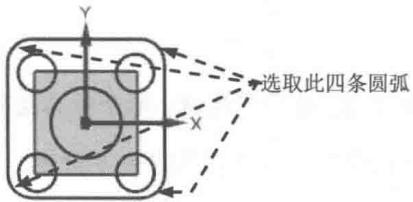
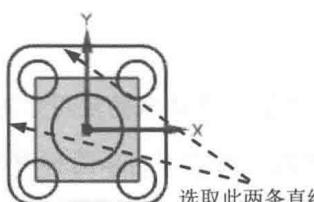

图 1.4.8 等半径约束
图 1.4.9 等长约束
Step5. 添加几何约束。单击“约束”按钮 $\parallel$ ，根据系统**选择要约束的对象**的提示，单击 $\equiv$ 按钮，选取图 1.4.8 所示的四条圆弧（两两进行约束），在圆弧之间添加“等半径”约束；单击“约束”按钮 $\neq$ ，根据系统**选择要约束的对象**的提示，单击 $=$ 按钮，选取图 1.4.9 所示的两